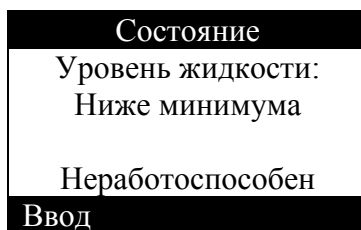

Рис. 3. Индикация состояния прибора.
- 7.4. После включения прибора на индикаторе отобразится уровень тестирующей жидкости в баке установки и информация о работоспособности прибора (рис. 3).